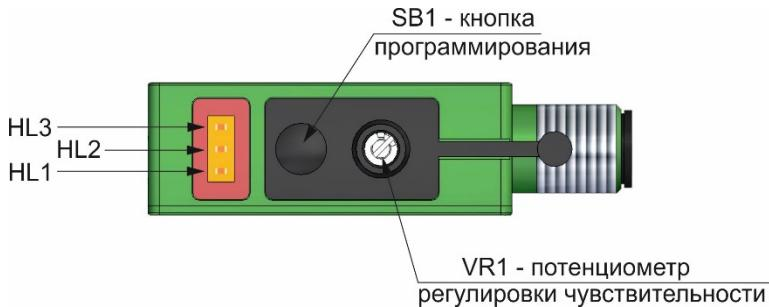
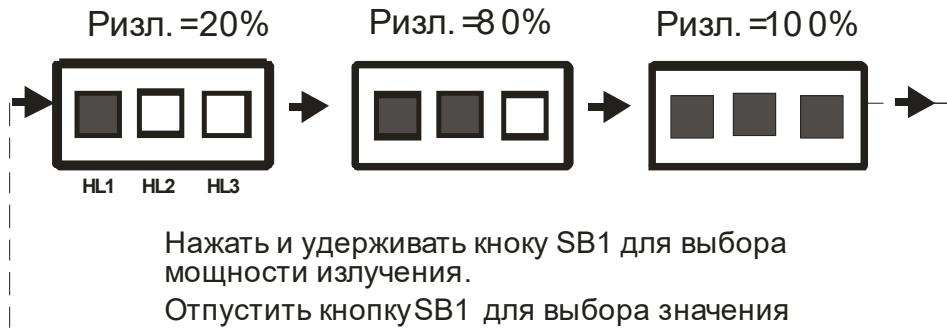
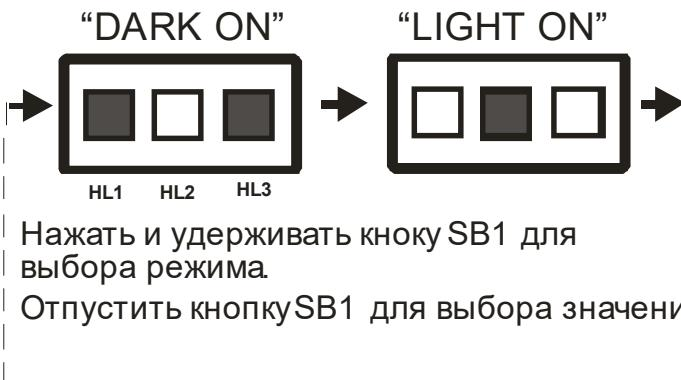

Рисунок 2 – Панель настройки и регулировки
Рисунок 4 - Работа индикаторов в режиме выбора мощности излучения
Рисунок 5 - Работа индикаторов в режиме выбора коммутационной функции
3.6 Выключатель имеет панель настройки и регулировки, которая показана на рис. 2. На панели расположены: светодиодные индикаторы режима работы HL1, HL2, HL3; кнопка программирования, закрытая мембраной; потенциометр регулировки чувствительности, защищенный съемной заглушкой.
- 2) Нажать и удерживать кнопку программирования SB1 в течение 5-7с. Излучатель перейдет в режим программирования. Продолжить удерживать кнопку SB1. В окне индикации режимов (см. рис.2) светодиоды HL1, HL2, HL3 начнут поочередно загораться в соответствии с рис.4, индицируя режим 20%, 80%, и 100% мощности.
- 2) Нажать и удерживать кнопку программирования SB1 в течение 5-7с. Приемник перейдет в режим программирования. Продолжить удерживать кнопку SB1. В окне индикации режимов (см. рис.2) светодиоды HL1, HL2, HL3 начнут поочередно загораться в соответствии с рис. 5, индицируя режим DARK ON или режим LIGHT ON.